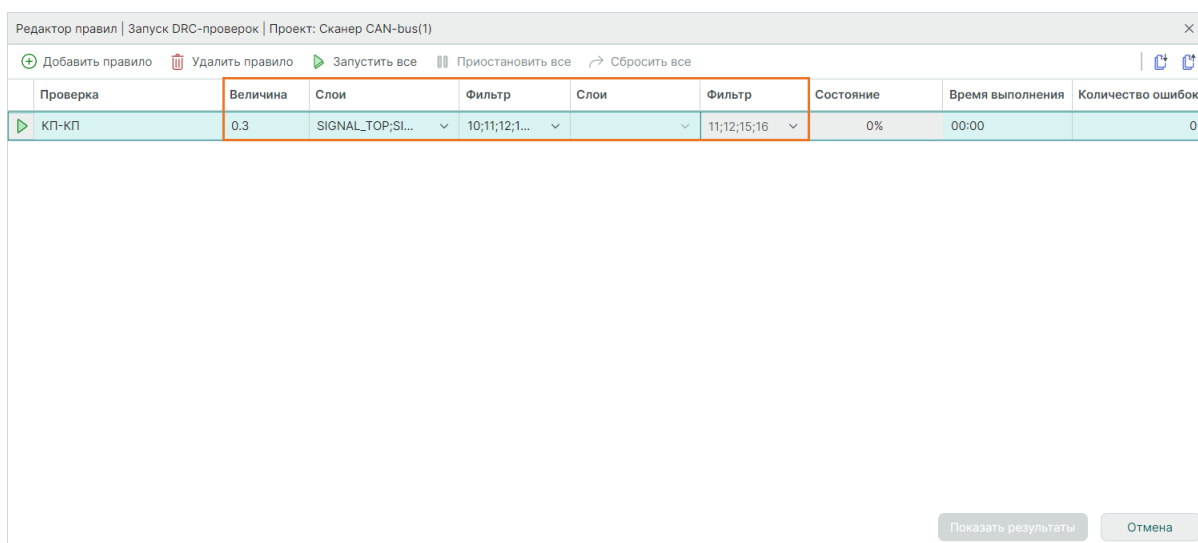

Рис. 647 Настройка правила проверки
3. Перед проведением проверки проекта на соответствие требованиям добавленного правила определите параметры проверки. Параметры, обязательные к заполнению, выделены символом **!**, см. Рис. 647: